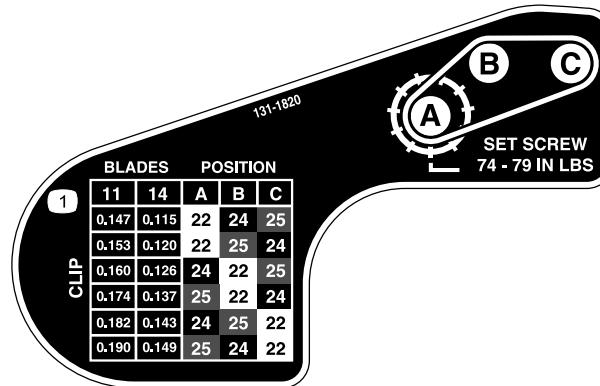

图18
- 使用 图18 上的标贴中所示的图表, 确定您需要的切距设置及您需要移动的皮带轮。
- 按标贴 (图18) 中所示的新配置安装每个皮带轮。